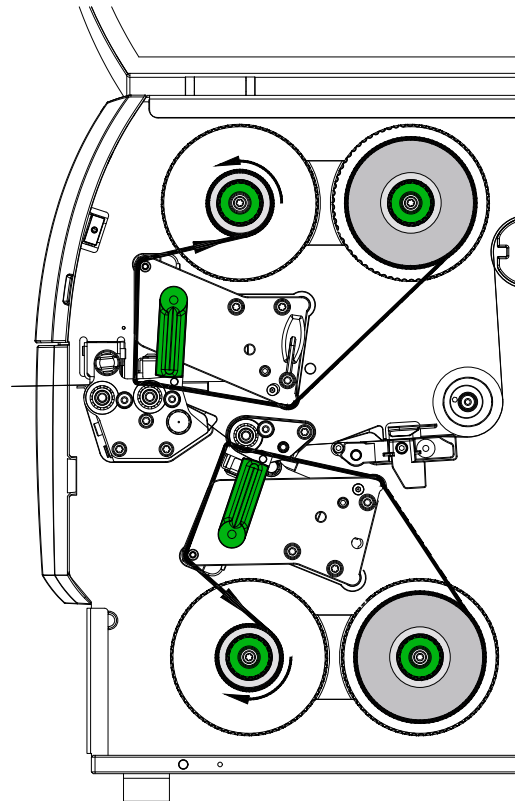

Figure 18 Chemin d'alimentation du ruban de transfert
6. Glissez un mandrin de ruban de transfert (4) adéquat sur l'enrouleur de ruban de transfert (5). Placez-le et fixez-le de la même façon que le rouleau d'alimentation.
7. Guidez le ruban de transfert à travers l'unité d'impression comme indiqué dans la Figure 18.
8. Fixez l'extrémité de départ du ruban de transfert au milieu du mandrin du ruban de transfert (4) à l'aide de bande adhésive. Vérifiez que l'enrouleur de ruban de transfert tourne dans le sens antihoraire.
9. Tournez l'enrouleur de ruban de transfert (5) dans le sens antihoraire pour tendre le ruban de transfert à travers le chemin d'alimentation.
10. Tournez le levier (6) dans le sens horaire pour verrouiller la tête d'impression.
11. Ouvrez le rabat (8) et chargez le ruban de transfert sur l'unité d'impression inférieure (7) de manière similaire. Toutes les indications de direction données ci-dessus doivent être inversées, à l'exception de la rotation des molettes.